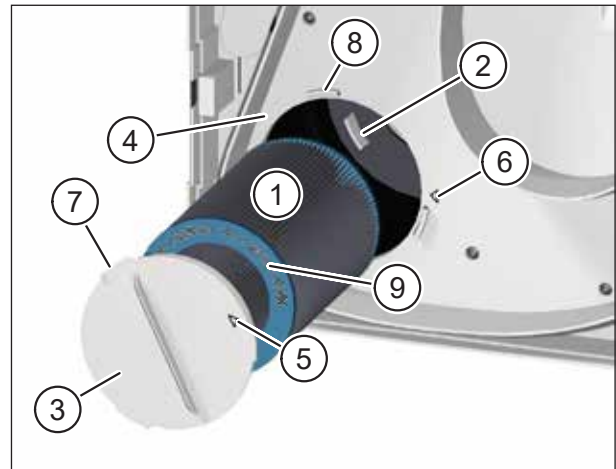

Abb. 19: Neuen Außenluftfilter einsetzen
- Führen Sie den neuen Außenluftfilter (Pos. 1 in Abb. 19) vorsichtig in das Lüftungsgerät ein.
- Achten Sie darauf, dass der Luftfilter in die 3 Haltenasen (Pos. 2 in Abb. 19) an der Rückwand des Lüftungsgerätes gleitet.
- Setzen Sie den Filterdeckel (Pos. 3 in Abb. 19) auf den Außenluftfilter auf. Achten Sie darauf, dass der Filterdeckel plan auf der Zwischenplatte (Pos. 4 in Abb. 19) aufliegt.
- Drehen Sie den Filterdeckel im Uhrzeigersinn, bis der Pfeil auf dem Filterdeckel (Pos. 5 in Abb. 19) mit dem Pfeil der Arretierposition (Pos. 6 in Abb. 19) fluchtet. Achten Sie darauf, dass die 3 Nasen (Pos. 7 in Abb. 19) am Filterdeckel in den Halterungen (Pos. 8 in Abb. 19) an der Zwischenplatte einrasten.
- Als Außenluftfilter dürfen nur M-WRG-II FA, Art.-Nr. 750010, und M-WRG-II FK (Aktivkohlefilter), Art.-Nr. 750020, verwendet werden. Art.-Nr. und Luftfilterklasse sind auf der türkisen Endscheibe des Luftfilters (Pos. 9 in Abb. 19) eingeprägt.